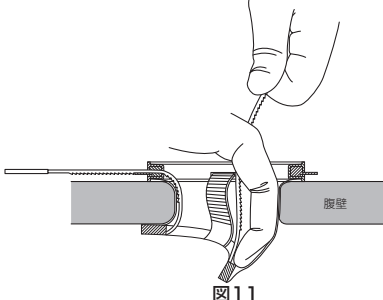

図11
- 5.解除したフラップの体内リングとフラップの接着起始部の手前を指で押し下げ体内リングを折り曲げる。(図11)